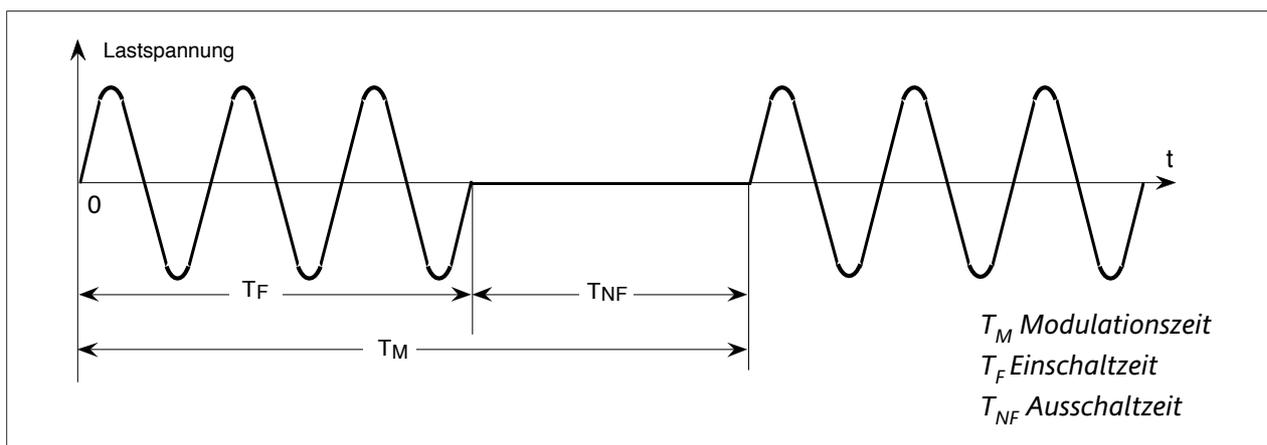

Abbildung 3-2 TC2001 Schnelle (FC) und langsame (SC) Impulsgruppen
Die Lastungsregelung im Impulsgruppenbetrieb erfolgt durch die Veränderung des Verhältnisses zwischen der Einschaltzeit  $T_C$  und der Modulationszeit  $T_M$  (siehe Abbildung 3-2. Bei schnellen Impulsgruppen (FC) beträgt die Modulationszeit  $T_M$  0,6 s bei 50% Ansteuerung. In diesem Fall bedeutet es, dass die Last während der 15 Netzperioden unter Nennleistung arbeiten und für die nächsten 15 Netzperioden von der Netzversorgung getrennt (keine galvanische Trennung!) wird. Bei der Ansteuerung die größer ist als 50% wird die Anzahl der 15-Netzperiodengruppen entsprechend der Ansteuerung steigen, wobei die „AUS“ Zeit von den 15-Netzperioden konstant bleibt. Bei Signalen die kleiner als 50% sind, bleibt die „EIN“ Zeit bei den 15-Netzperioden konstant und nur die „AUS“ Zeit wird entsprechend angepasst.
Die Lastungsregelung im Impulsgruppenbetrieb erfolgt durch die Veränderung des Verhältnisses zwischen der Einschaltzeit  $T_C$  und der Modulationszeit  $T_M$  (siehe Abbildung 3-2. Bei langsamen Impulsgruppen (SC) beträgt die Modulationszeit  $T_M$  2 s bei 50% Ansteuerung. In diesem Fall bedeutet es, dass die Last während der 50 Netzperioden unter Nennleistung arbeiten und für die nächsten 50 Netzperioden von der Netzversorgung getrennt (keine galvanische Trennung!) wird. Bei der Ansteuerung die größer ist als 50%, wird die Anzahl der 50-Netzperiodengruppen entsprechend der Ansteuerung steigen wobei die „AUS“ Zeit von den 50-Netzperioden konstant bleibt. Bei Signalen die kleiner sind als 50% bleibt die „EIN“ Zeit bei den 50-Netzperioden konstant und nur die „AUS“ Zeit wird entsprechend angepasst.